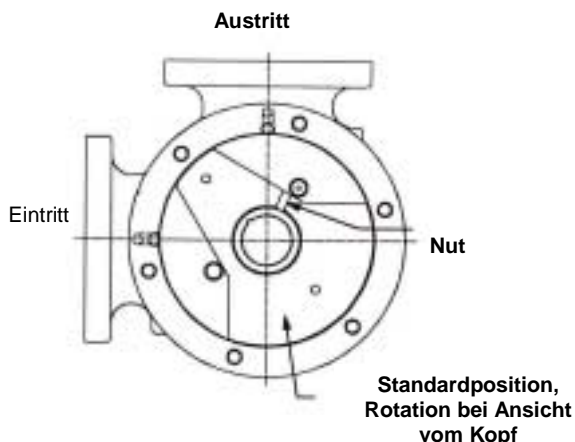

Abbildung 15
2. Wenn das Gehäuse vom Lagergehäuse getrennt wurde, müssen Sie die flache Dichtung untersuchen und bei Bedarf austauschen. Setzen Sie das Gehäuse mit der gleichen Ausrichtung wie vorher wieder auf die Führung des Lagergehäuses. Bei dieser Pumpenserie kann das Gehäuse nicht auf dem Lagergehäuse gedreht werden, um die Anschlußkonfiguration zu ändern. Siehe „Pumpenrotation“ auf Seite 10 zur Änderung der Anschlußanordnung. Sichern Sie das Gehäuse mit den (8) Befestigungsschrauben.
3. Setzen Sie die Ausgleichsplatte (falls diese vom Lagergehäuse genommen wurde) in die Gehäuseöffnung (dieser Schritt ist bei der Serie 825 nicht notwendig). Stellen Sie sicher, daß die Platte wie vorher ausgerichtet ist. Zur standardmäßigen Positionierung der Ausgleichsplatte siehe **Abbildung 15**.